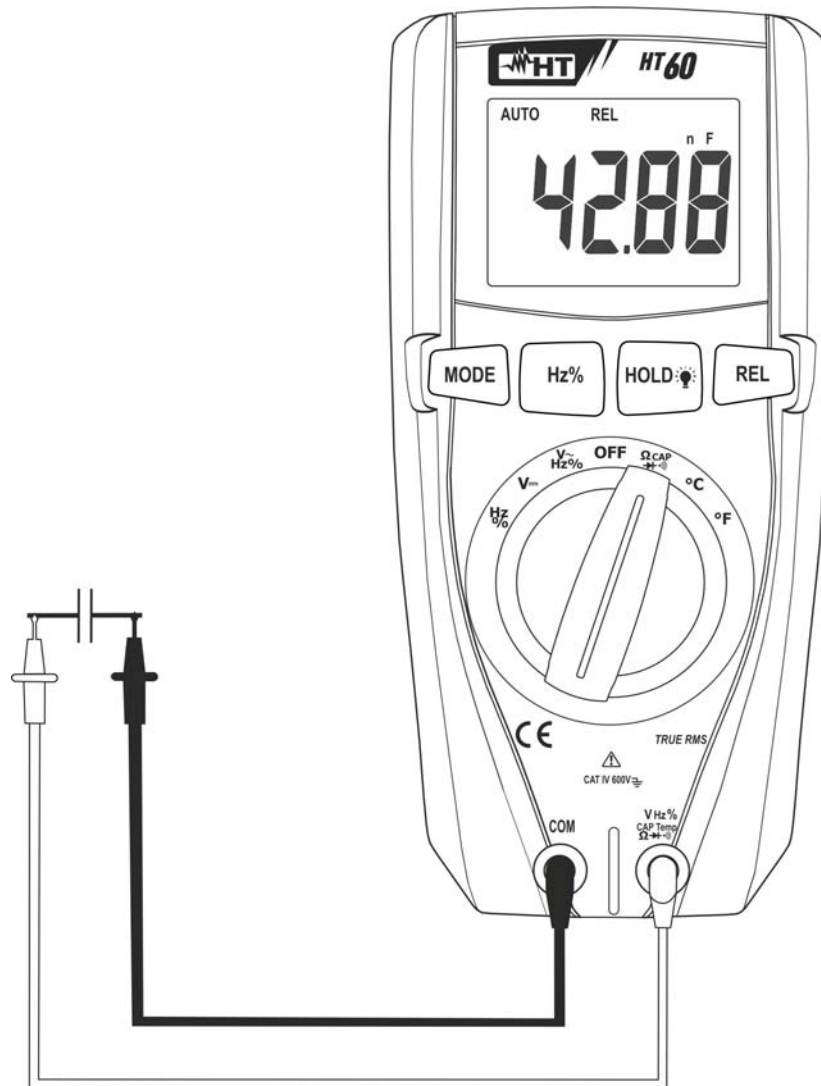

Fig. 7: Uso del instrumento para medida de Capacidades
5. Posicione las puntas en los extremos del condensador en examen respetando eventualmente las polaridades positivas (cable rojo) y negativas (cable negro) (vea Fig. 7). El valor de las capacidades se muestra en pantalla